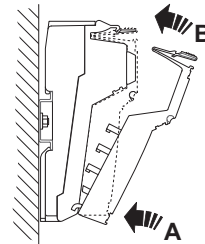

Bild 10-18 Aufrasten eines Steckers
- Setzen Sie die Stecker auf den Sockel (Bild 10-18). Setzen Sie dabei zuerst die vordere Stecker-Keilverrastung ein (A). Drücken Sie anschließend den Stecker in Richtung Sockel, bis er einrastet (B).